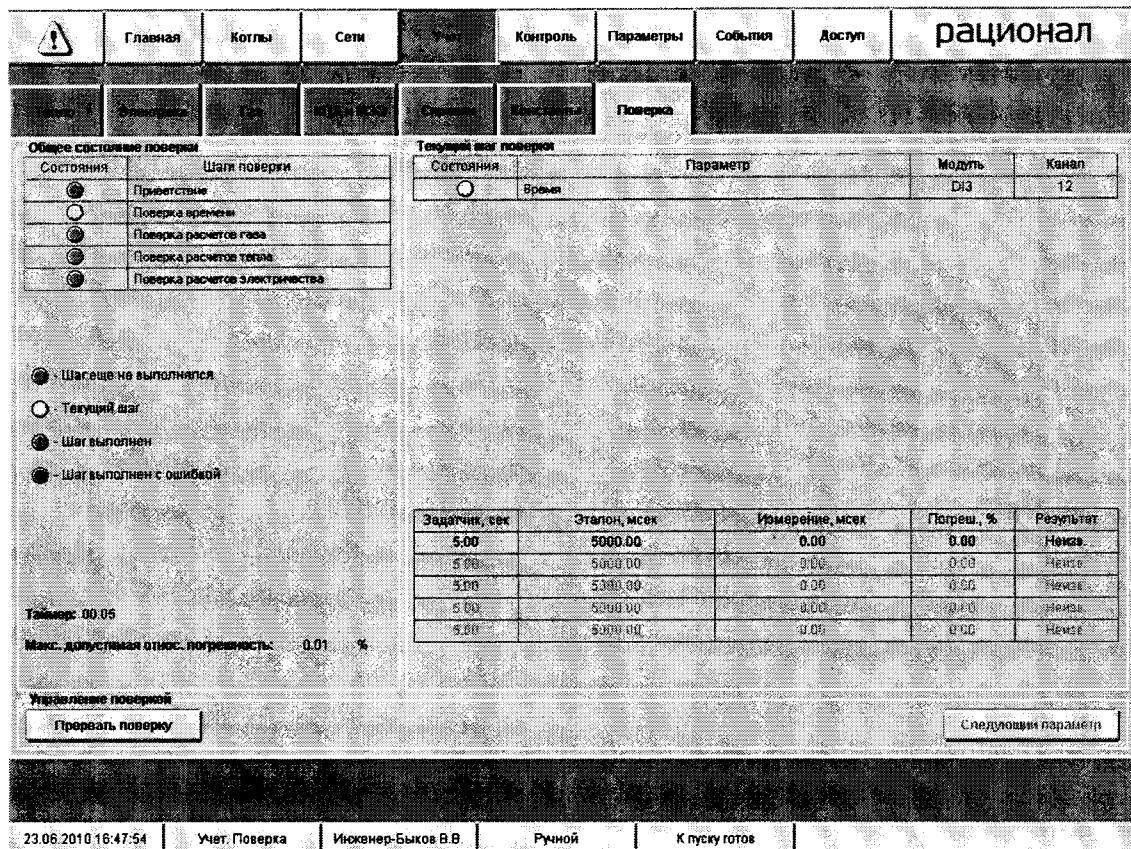

Рисунок 5
- после завершения этого этапа поверки нажимают кнопку «Следующий шаг», и панель управления переходит на страницу поверки измерения времени (Рисунок 5).